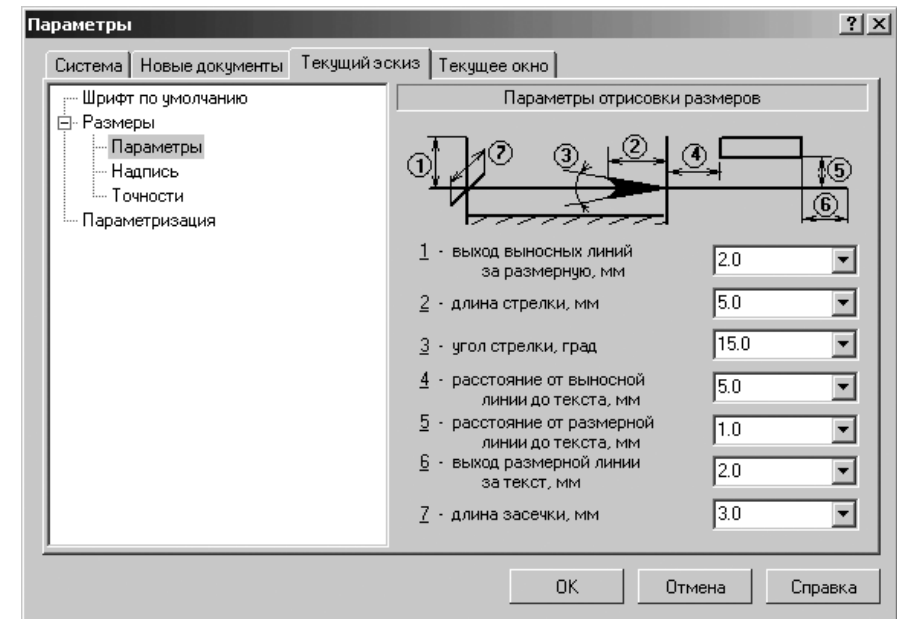

Рис. 2.149. Раскрывшийся список **Шрифт** с полосой прокрутки
- щелкните в дереве параметров эскиза по пункту **Размеры**, а затем по пункту **Параметры**. В правой части появится панель **Параметры отрисовки размеров**, показанная на рис. 2.149.